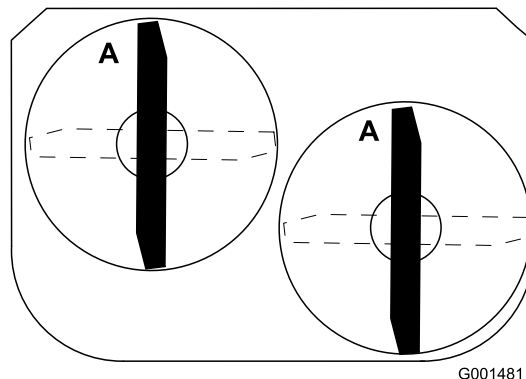

Figure 53
1. Tournez les lames dans le sens longitudinal (Figure 53).